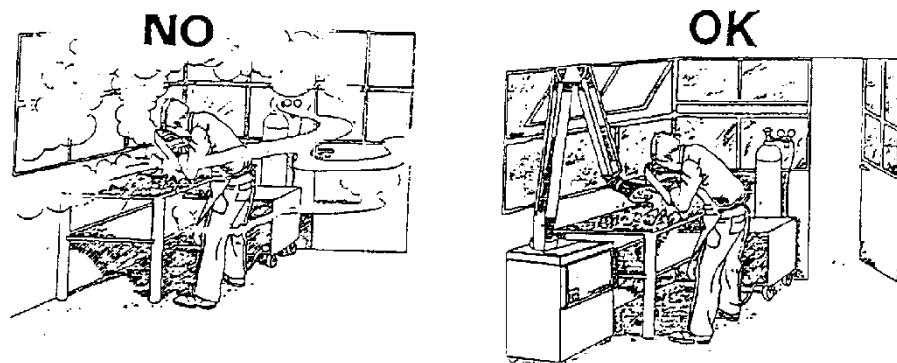

FIG. 6
- Tillräcklig lokal utsugsventilation måste användas i området. Den ska tillhandahållas genom en mobil huv eller genom ett inbyggt system på arbetsbänken som tillhandahåller utsugsventilation från sidorna, framifrån och underifrån men inte ovanifrån bänken för att undvika damm och ångor. Lokal utsugsventilation måste tillhandahållas tillsammans med tillräcklig allmän ventilation och luftcirculation, speciellt när arbete utförs i begränsat utrymme (Fig. 6). Symtom på fläckar eller irritation i ögonen, näsan eller halsen kan bero på otillräcklig ventilation. Arbetet måste då omedelbart avbrytas och alla erforderliga steg vidtas för att tillhandahålla tillräcklig ventilation.